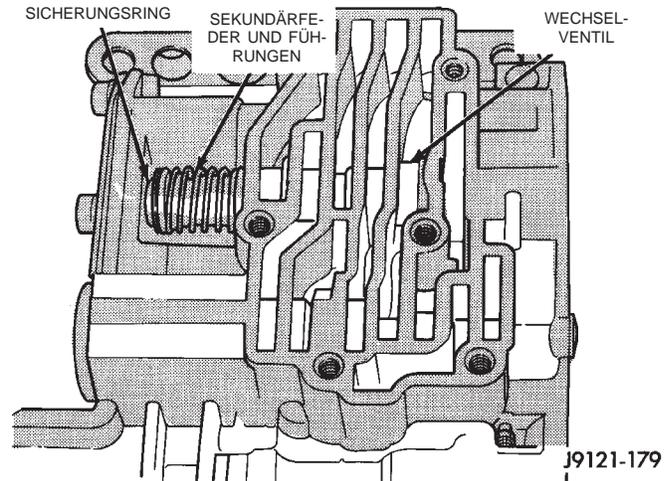

Abb. 54 Sicherungsring und Sekundärfeder für Wechselventil
(19) Feder spannen und Sicherungsring in die Nut im Schaft des Wechselventils einsetzen (Abb. 54).